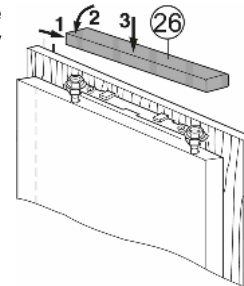

Fig. 19
- Установите и защелкните верхнюю крышку Fig. 19 (26).